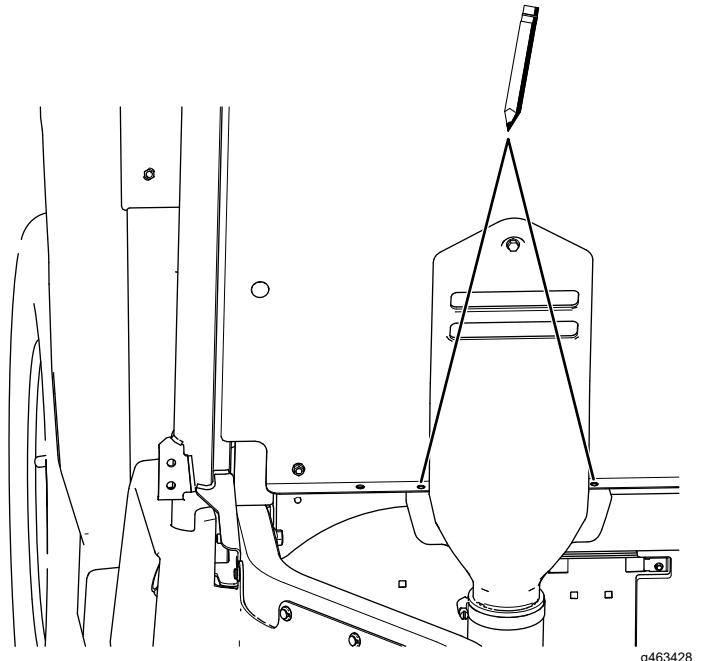

Figure 63
- Utilisez le capot comme gabarit et marquez l'emplacement des 2 trous (Figure 63).